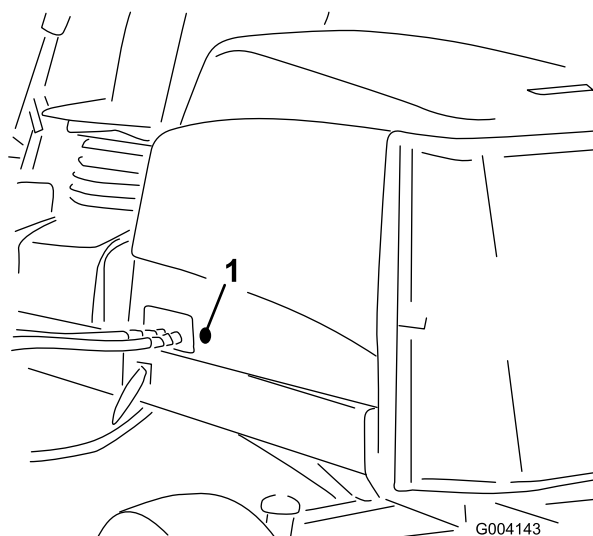

Bild 5
2. Nehmen Sie die Gummidichtung aus dem Loch links an der Motorhaube heraus (Bild 5).